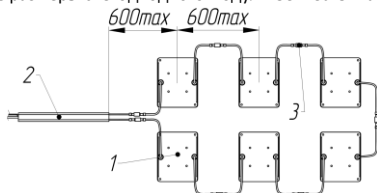

Рисунок 2 — Комплект светильников Geniled Griliato Tetrис (на примере Комплекта 60Вт).
3.2. Комплект светильников Geniled Griliato Tetrис состоит из основных частей (см. рисунок 2):
- 5.1. Светодиодные модули соединены между собой при помощи проводов с коннекторами типа «Папа-Мама». Максимальное расстояние между центрами светодиодных модулей 600мм (см. рисунок 2). При необходимости увеличения расстояния между светодиодными модулями и между модулями и блоком питания необходимо использовать соединительный провод Geniled 1m (или 2m) с коннекторами «Папа-Мама» (приобретается отдельно). На одно соединение можно устанавливать не более одного соединительного провода.